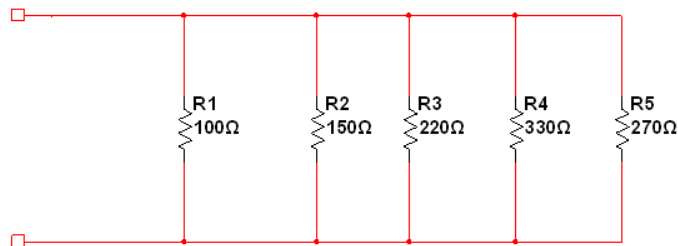

Figura 1.6. Circuito en paralelo.
- Implementa el circuito de la figura 1.6 en el protoboard.